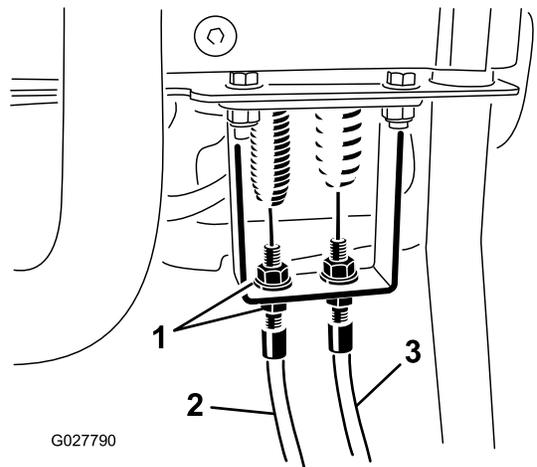

图51
3. 在控制手柄隔板上放松滚刀控制装置拉线直至拉线松弛图51。